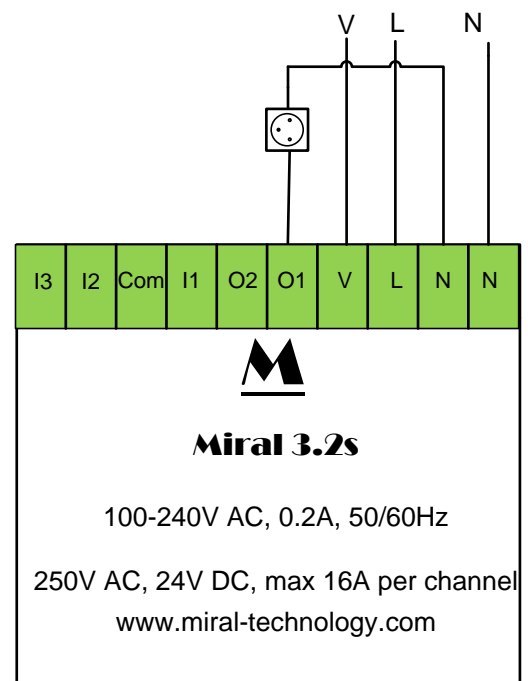

Figure 3: Montage pour le control d'une prise de courant
2.5 Montage pour une prise de courant : (figure 3)